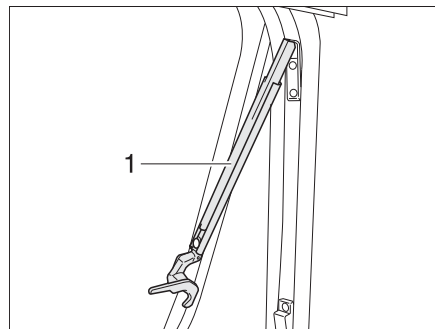

Fig. 71 Fenêtre projetante avec bras automatiques, ouverte
- Ouvrir la fenêtre projetante jusqu'au cran d'arrêt souhaité. Le bras automatique (Fig. 71,1) s'enclenche automatiquement.